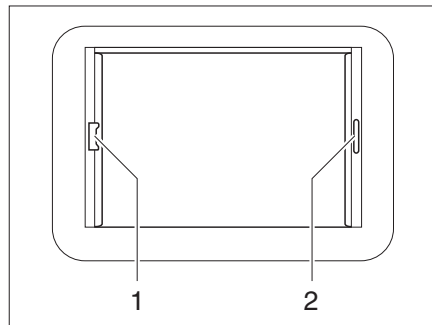

Fig. 50 Claraboya Heki, bloqueo de la persiana
- Tirar del asidero (Fig. 50,2) del estor plegable y soltarlo en la posición deseada. El estor plegable se queda fijo en esta posición.
- Tirar del asidero (Fig. 50,1) de la mosquitera enrollable hacia el asidero opuesto del estor plegable (Fig. 50,2) y hacerlos engatillar.
- Presionar el tirador de la mosquitera enrollable por la parte de atrás hacia arriba y desengancharla del estor plegable (Fig. 50,2).